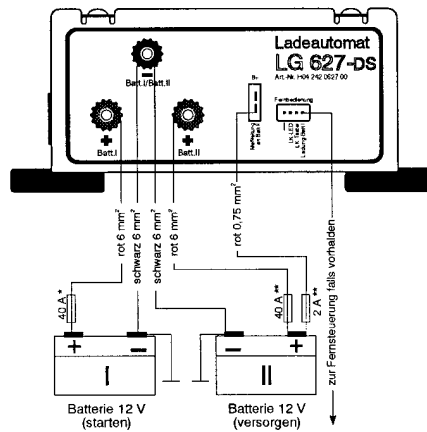

Bild 4.2: Anschlußplan LG 627-DS
- Verbinden Sie das Ladegerät gemäß Anschlußplan (siehe Bild 4.2) mit der Batterie II (Versorgungsbatterie). Verwenden Sie hierzu die mitgelieferten Leitungen.
- Verbinden Sie das Ladegerät gemäß Anschlußplan (siehe Bild 4.2) mit der Starterbatterie (Batterie I). Achten Sie auf die Leitungsquerschnitte und den richtigen Anschluß der Pole. Sichern Sie die Leitungen **unbedingt** gemäß Anschlußplan mit den richtigen Sicherungen ab. Die Sicherungen müssen nahe beim + Pol der Batterie angebracht werden.